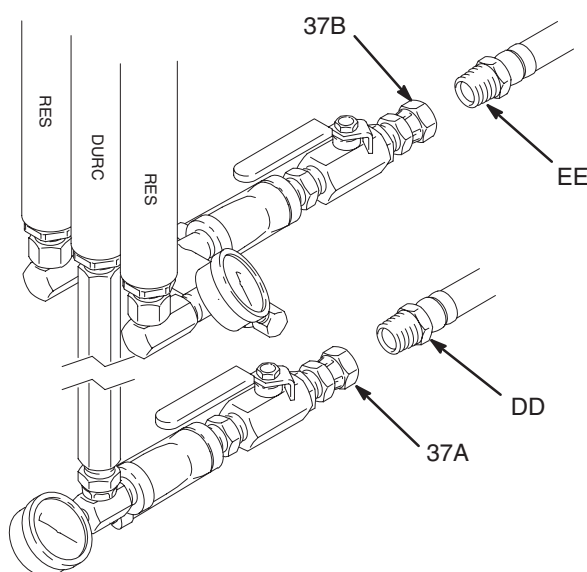

Fig. 7
1. Pour les bas de pompe à résine, brancher le flexible d'alimentation de résine (EE) sur le raccord tournant d'entrée 3/4 npt (37B). Voir Fig. 7.
2. Pour le bas de pompe médian (durcisseur), brancher le flexible d'alimentation de durcisseur (DD) sur le raccord tournant d'entrée 3/4 npt (37). Voir Fig. 7.